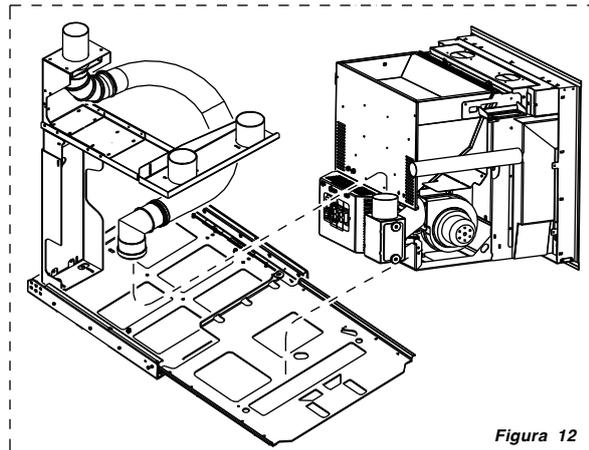

Figura 12
- Verificare ora la presenza della guarnizione nella curva S e ingrassando abbondantemente con "grasso resistente alle alte temperature" (non in dotazione, reperibile presso i negozi di autoricambi) ed assemblarla all'inserto stesso (Figura 12) .